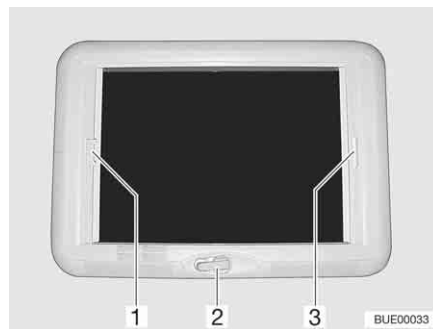

Bild 93 Vevmanövrerad taklucka
Öppna: ■ Vrid på handveven (Bild 93,2) tills ett motstånd känns.
Stänga: ■ Drag i plisségardinens handtag (Bild 93,3) och släpp i önskad position. Plisségardinen stannar i denna position.
- Drag, med handtaget (Bild 93,1), insektsskyddet till plisségardinens handtag (Bild 93,3) på den motsatta sidan, där det hakas i.
- Tryck insektsskyddet handtag (Bild 93,1) bakåt, uppåt och haka av insektsskyddet från plisségardinen (Bild 93,3).